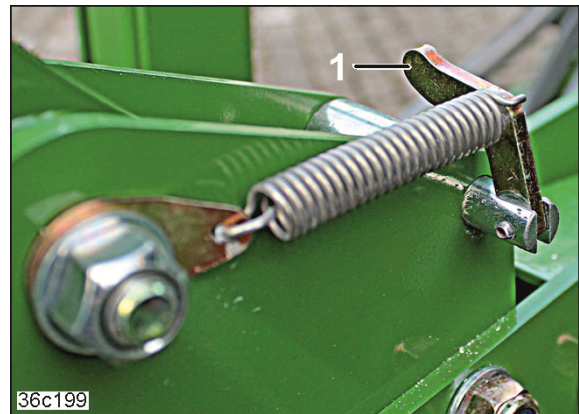

Fig. 204
3. Drej grebet (Fig. 204/1) op.